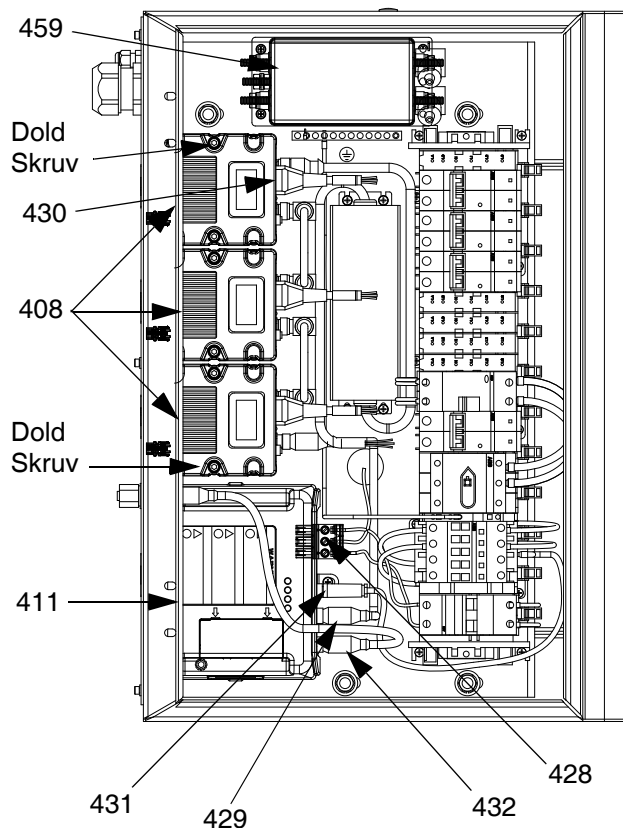
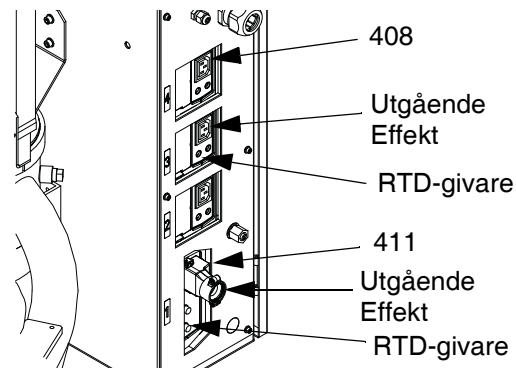

FIG. 48: Inre vy av elskåp
FIG. 49: Vy bakifrån av elskåp
1. Öppna elskåpets dörr (402). Koppla ur följande kablar från lågeffekts-TCM (408):
- inkommande nätkabel (430)
- utgående nätkabel (se FIG. 49)
2. Lossa båda de gömda skruvarna (409) som håller lågeffekts-TCM (408) till basplattan (407); ta bort lågeffekts-TCM. Se , FIG. 48.
1. Öppna elskåpets dörr (402). Koppla från den utgående nätströmmen och RTD-kablarna från högeffekts-TCM (411). Se FIG. 49.
2. Ta bort elskåpets kåpa (436). Se **Elskåp, delar**, sidan 90.
3. Koppla ur alla fyra inkommande kablar (432, 428, 429, 431) från högeffekts-TCM. Se FIG. 48.
4. Skruva loss båda skruvarna (415) som håller fast hållarna (412, 413) för högeffekts-TCM i elskåpet. Ta bort högeffekts-TCM. Se **Elskåp, delar**, sidan 90.